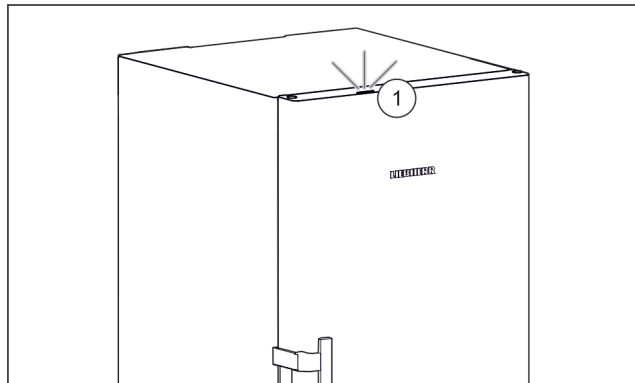

Fig. 36 Aktives Statuslicht bei geschlossener Tür
- ▷ Statuslicht Fig. 36 (1) ist aktiviert.